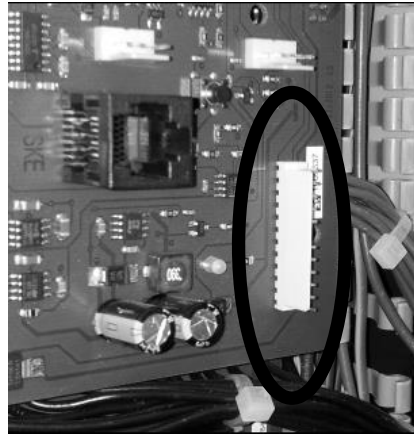

Abb. 5: Steckplatz Funk mts5000/2
- Funk auf den Steckplatz (Abb. 5) aufsetzen.